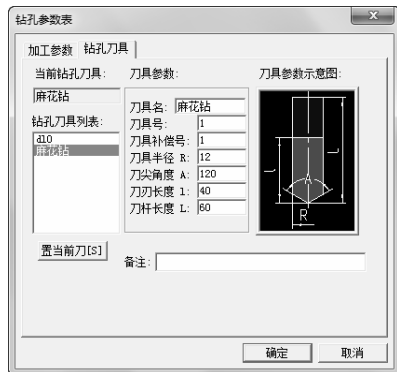

图 6-67 端面粗车刀具参数设定
2) 单击“钻孔刀具”选项卡，如图 6-67 所示。选择刀具库中刀具方法如下：在“钻孔刀具列表”下面的复选框中直接单击“麻花钻”按钮，使它变为蓝色，然后单击“置当前刀”按钮，即调出了上一节在刀具库中设置的钻孔刀具，具体参数如图 6-67 所示。